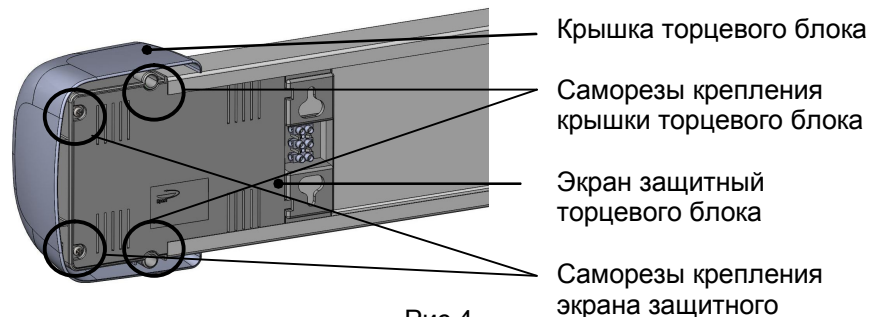

Рис.4
- Снять экран защитный торцевого блока, в котором находится вышедший из строя ПРА, предварительно открутив саморезы крепления экрана (рис.4).
- Снять крышку правого торцевого блока, предварительно открутив крепящие его саморезы (рис.4).